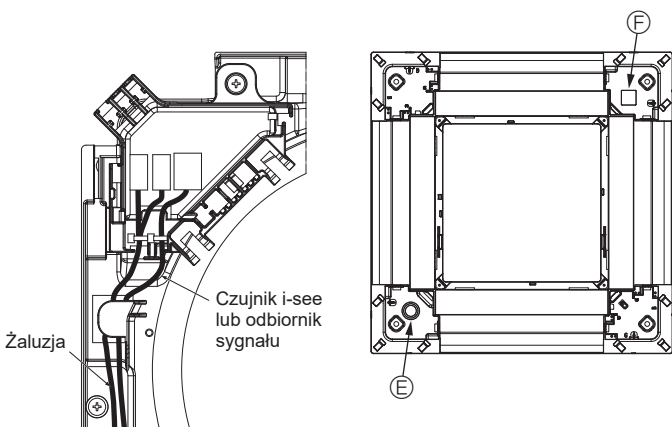

Fig. 10-13
- Poprowadzić przewody Czujnika i-see i odbiornika sygnału w sposób pokazany na Fig. 10-13.